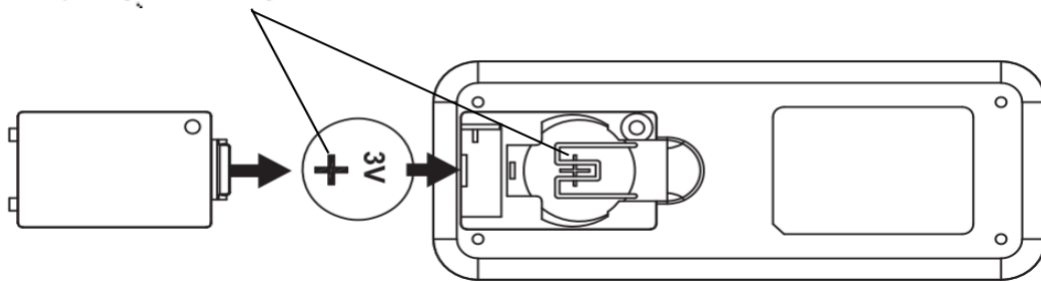

Fig. 9b
3. 배터리칸 커버를 제거하고, 3V CR2032 배터리 1개를 삽입하고, 이 때 +가 표시되어 있는 부분을 반드시 위로 향하게 삽입하여야 합니다. (Fig. 9b)